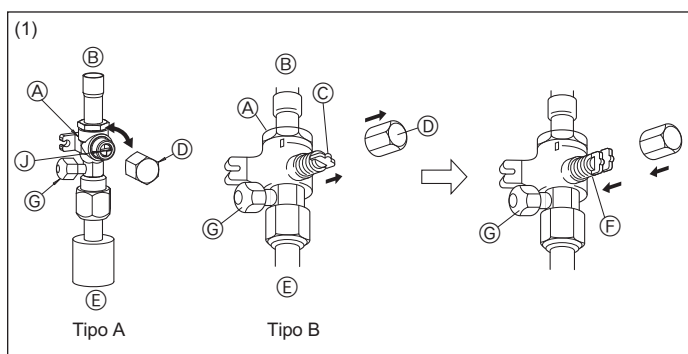

Fig. 4-6
#### (1) Lado del gas (Fig. 4-6)